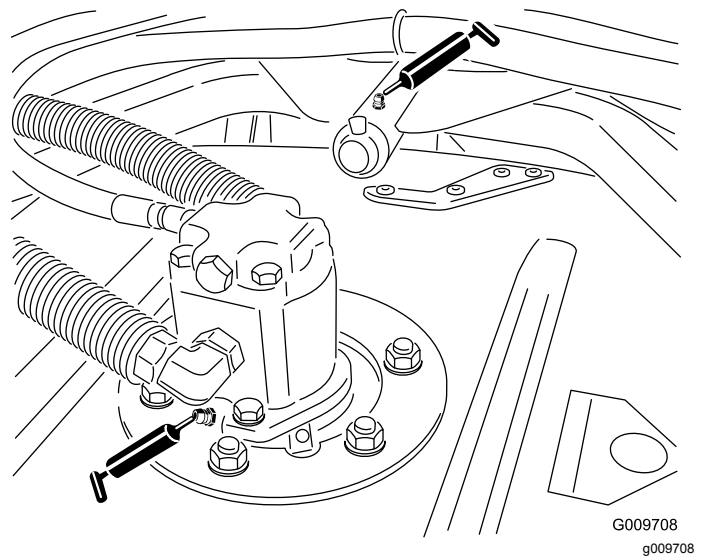

Bild 25
- Spindelwellenlager des Mähwerks (1 pro Mähwerk) (Bild 25)
- Trägerschalenarmbüchsen des Mähwerks (1 pro Mähwerk) (Bild 25)